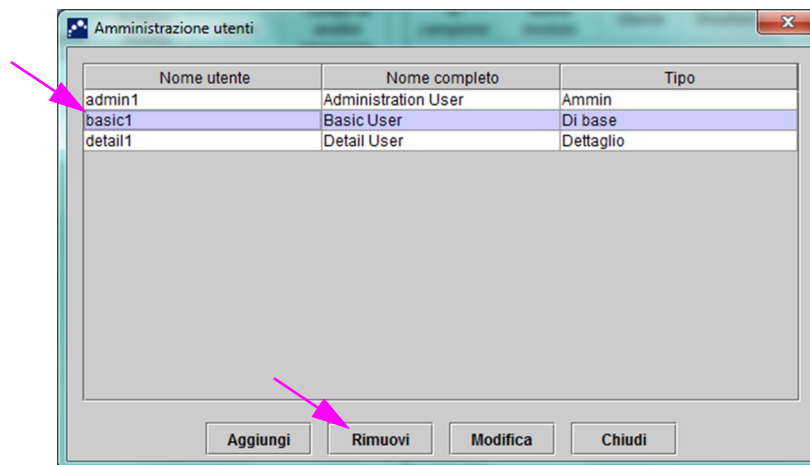

Figura 2-75. Finestra di dialogo Amministrazione utenti, selezione dell'utente da rimuovere
2. Fare clic per selezionare l'utente da rimuovere. Vedere la Figura 2-75.
3. Fare clic su **Rimuovi**. L'utente viene rimosso. Vedere la Figura 2-75.